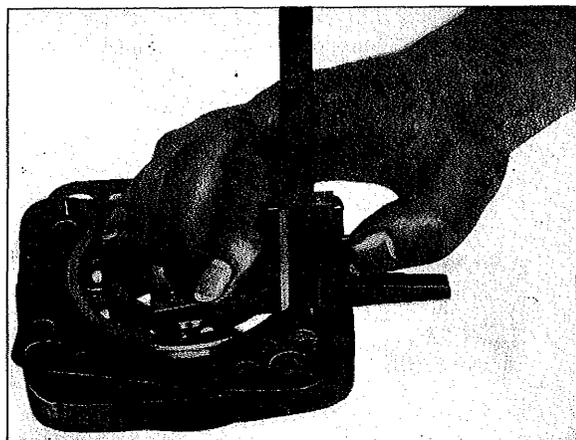

Fig. 63
2.4 Introduire à force le roulement à billes (22) dans le couvercle (25) jusqu' à ce qu'il soit en butée. Poser le joint (24) sur le couvercle et mesurer avec une jauge de profondeur la cote de dépassement de la bague extérieure du roulement à billes (fig. 63).